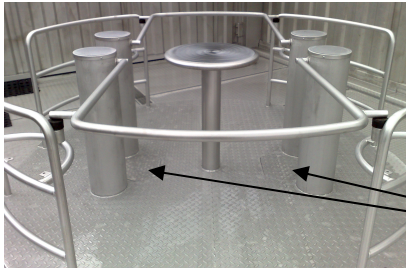
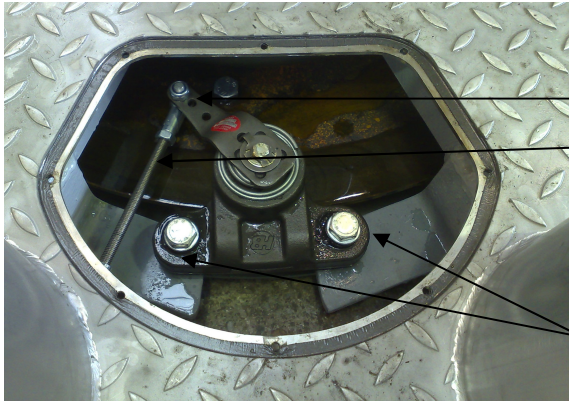

Bild 1: ähnlich
Bild 2:
- halbjährlich die Bremssattelführung warten. Dazu die beiden Bodenabdeckungen zwischen den Säulen (siehe Bild 1+2 unten) entfernen. Die Bremssattelführung kann durch die Öffnung erreicht werden. Mit dem mitgelieferten Wartungsspray die Bremsbolzen des Sattels einsprühen. Es sind nur die BOLZEN des Sattels zu pflegen, auf keinen Fall die Scheibe oder Bremsklötze einsprühen!!!!
- Wird bei der Prüfung der Bremswirkung, durch Hochziehen der Bremsbügel festgestellt, dass die Bremswirkung deutlich nach der 45° Stellung eintritt, müssen die Bremsgelenkstangen nachgespannt werden. Hier liegt dann ein Verschleiß der Bremsbacken vor. Dazu die beiden Bodenabdeckungen zwischen den Säulen (siehe Bild 1 unten) entfernen. Die Bremsgelenkstange kann durch die Öffnung erreicht werden (siehe Bild 2 unten). Die Spannvorrichtung besteht aus der Gewindestange mit einer Spannhülsenmutter. Die Kontermutter der Spannhülsenmutter lockern und die Spannhülse zur Gewindestange drehen. Die Bremsgelenkstange wird dadurch verkürzt. Zwischen den Umdrehungen immer wieder die Bremsbügel betätigen, um festzustellen ob die 45°- Stellung wieder erreicht ist. Wird der Spannvorgang übertrieben, kann der Bügel in der 90 ° eventuell nicht mehr einrasten. Die Kontermutter wieder anziehen.
Die beiden Bodenabdeckungen zwischen den Säulen (Bild 1 oben) entfernen. Der Bremsattel kann durch die Öffnung erreicht werden (Bild 6 links).